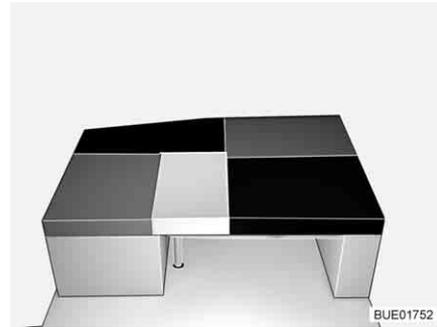

Fig. 139 Después de la transformación
- Colocar el cojín del respaldo del asiento lateral / banco lateral en la mesa (entre el cojín del asiento del asiento lateral / banco lateral y el cojín adicional, véase Fig. 139).